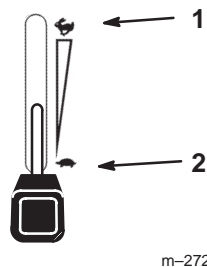

Figure 12
1. Désengagez la PDF (Fig. 12).
2. Réglez la manette d'accélérateur à mi-course entre les positions de ralenti et de régime maximum (Fig. 12).